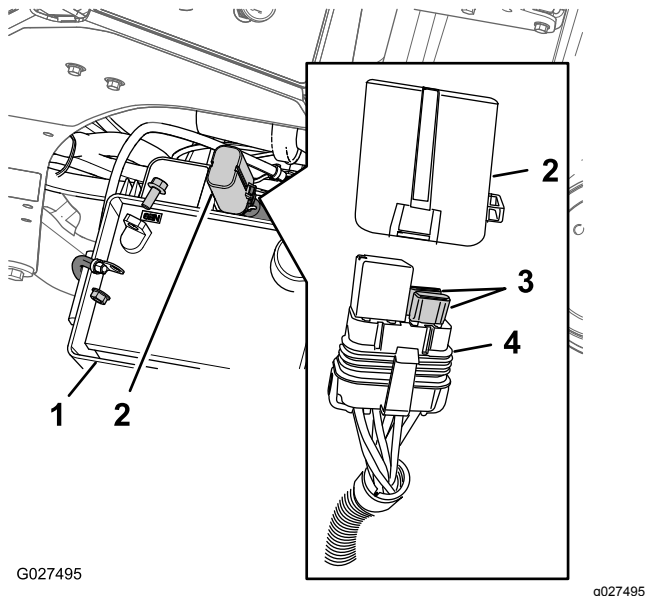

Figura 78
- Presione la pestaña del portafusibles y separe la tapa (Figura 78).
- Retire el fusible del zócalo del portafusibles (Figura 78).
- Instale un fusible del mismo tipo (20 A) en el zócalo del portafusibles (Figura 78).
- Instale la tapa en el portafusibles hasta que quede enganchado (Figura 78).